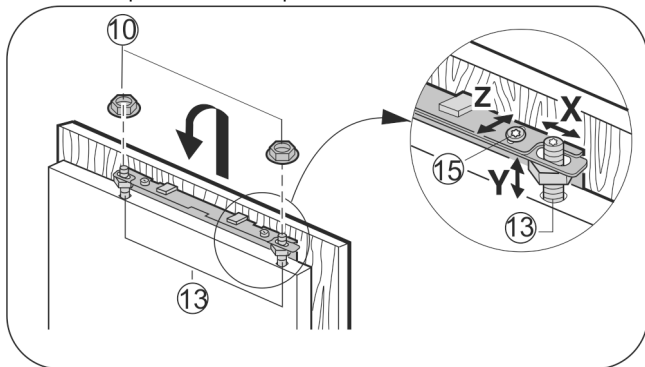

Fig. 19
- ▶ Appendere l'anta del mobile ai perni di regolazione Fig. 19 (13) e avvitare leggermente i controdadi Fig. 19 (10) sui perni di regolazione.
- ▶ Regolare l'altezza Y e l'inclinazione laterale dell'anta del mobile: Con un cacciavite regolare i Fig. 19 (13) perni di regolazione.
- ▶ Stringere i Fig. 19 (10) controdadi.